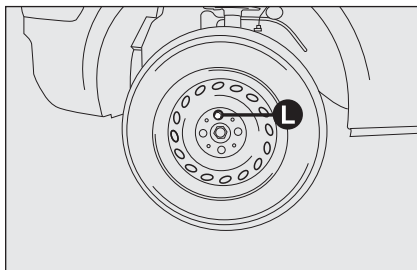

fig. 5
- ☐ en las versiones dotadas de embellecedor, quítelo después de haber aflojado los 3 tornillos que lo fijan y por último, afloje el cuarto tornillo **L-fig. 5** y saque la rueda;